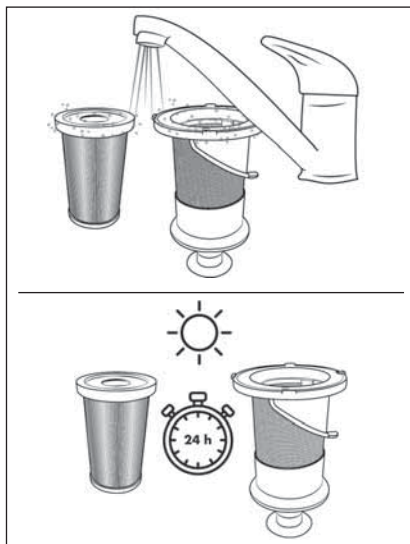

Fig. 22
- 5) Lavare il filtro EPA **5** e il filtro in acciaio inox **6** con acqua fredda o tiepida. Lasciare asciugare completamente all'aria il filtro EPA **5** e il filtro in acciaio inox **6** prima di inserirli nuovamente nel contenitore di raccolta della polvere **7** (vedere fig. 22).